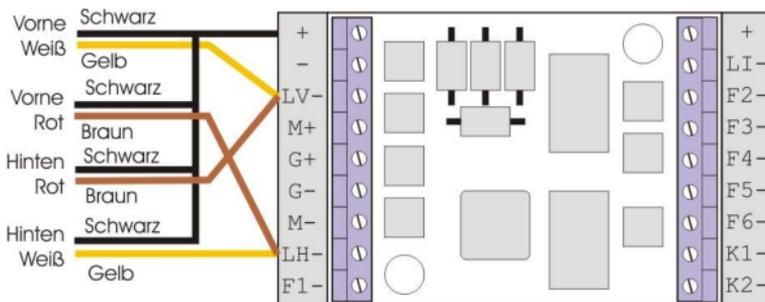

Abbildung 1: Anschluß an eMotion XL(S) mit Front- und Rücklicht
2.1.1 Anschluß an eMotion XL oder XLS mit Front- und Rücklicht (Abb. 1)